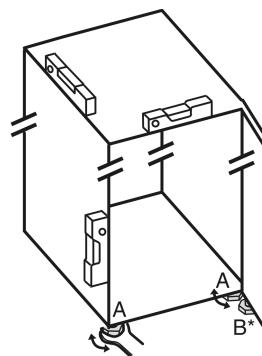

Fig. 28
- ▶ Odvrnite podesive nožice Fig. 28 (A) priloženim viličastim ključem i libelom prema van dok uređaj ne stoji čvrsto i ravno.
- ▶ Odvijte podesivu nožicu Fig. 28 (B) na podlošku ležaja priloženim viličastim ključem dok se ne podupre o pod.
- ▶ Okrenite podesivu nožicu Fig. 28 (B) dalje za najviše 90° kako biste izbjegli oštećenje vrata.